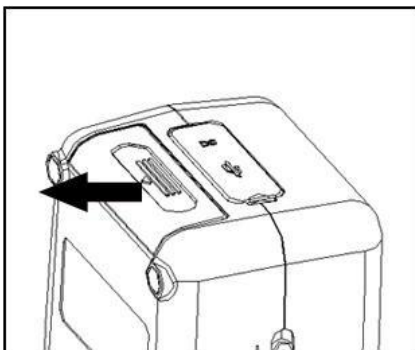

Figura 2. Retire la tapa de la batería
1. Primero verifique y confirme si el interruptor está encendido (O), luego, siguiendo la dirección de flecha como se muestra en la Figura 2, saque la tapa de la batería presionando hacia abajo.